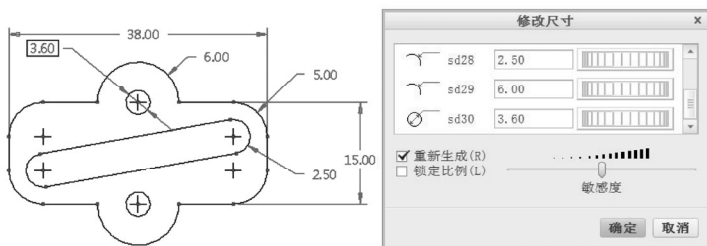

图 2-106 修改尺寸
13) 修改相关尺寸。在“操作”组中确保选中 (依次选择) 按钮 (此时该按钮处于下凹状态), 使用鼠标框选所有尺寸, 在“编辑”组中单击 (修改) 按钮, 弹出“修改尺寸”对话框。通过“修改尺寸”对话框进行尺寸修改, 如图 2-106 所示, 然后单击“确定”按钮。